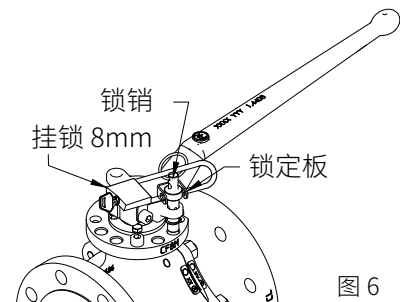

图 6
1. 使用带 8 毫米锁柄的挂锁，将锁柄插入锁板上的长孔和拉环下的孔 (图 6)。